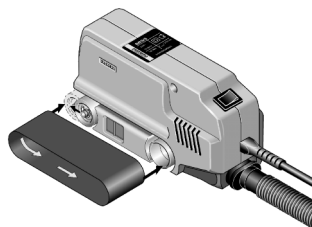

Fig. 4b
4. Neues Schleifband auflegen (Fig. 4b), hierbei die Pfeile für die Laufrichtung beachten!